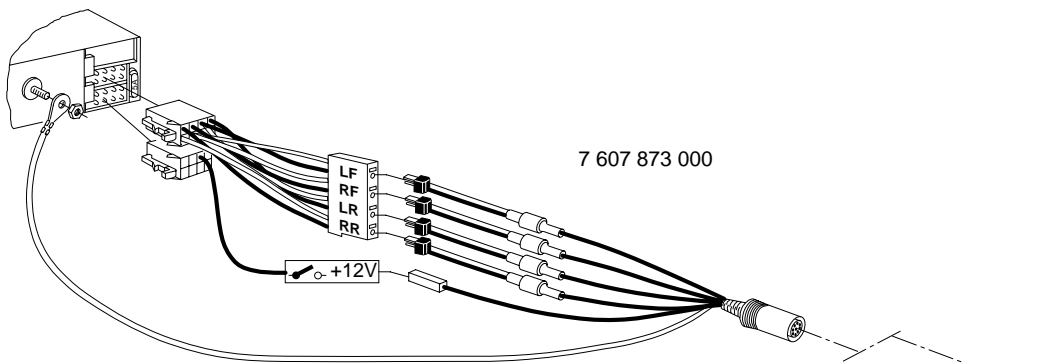

Fig. 6
Equalizer- und Amplifieranschluß Fig. 6
- Connection of equalizer and amplifier fig. 6
- Raccordement de l'égaliseur et de l'amplificateur fig. 6